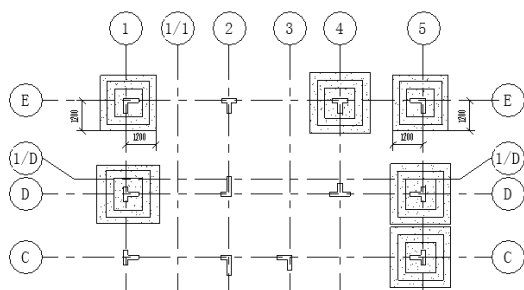

图 10-42 布置“独立基础—三阶 2200×2200mm”
(8) 执行“独立”命令，在“属性”选项板中单击“编辑类型”按钮，打开“类型属性”对话框，单击“复制”按钮，新建“独立基础—三阶 2200×2200mm”，更改“ h_3 ”和“ h_2 ”为“350.0”，“宽度”和“长度”为“2200.0”，“Ydz”和“Xdz”为“1100.0”，单击“确定”按钮。
(9) 将“独立基础—三阶 2200×2200mm”布置在如图 10-42 所示的柱下端并按图中尺寸调整位置。